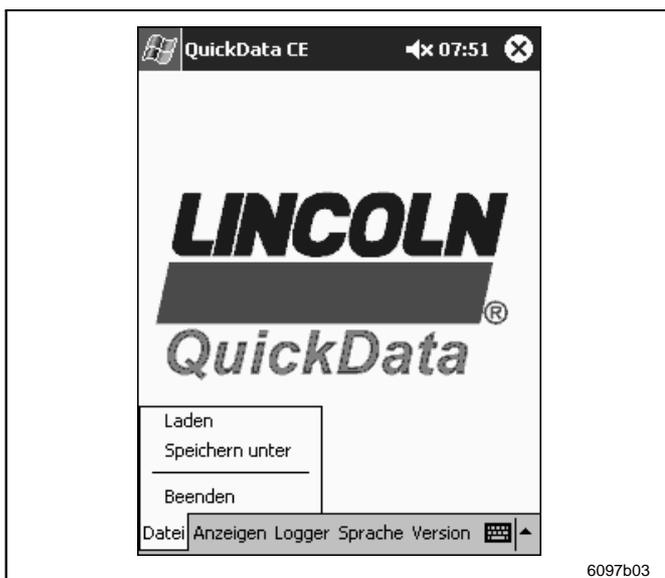

Abb. 7 Pull-Up-Menü „Datei“
- ➔ Betätigen Sie in der Menüleiste „Datei“ und im Pull-Up-Menü „Laden“ (siehe Abb. 7).
- Betätigen Sie in der Menüleiste „Datei“ und im Pull-Up-Menü „Speichern unter“ (siehe Seite 8, Abb. 7).
- Betätigen Sie in der Menüleiste „Datei“ und im Pull-Up-Menü „Beenden“ (siehe Seite 8, Abb. 7).